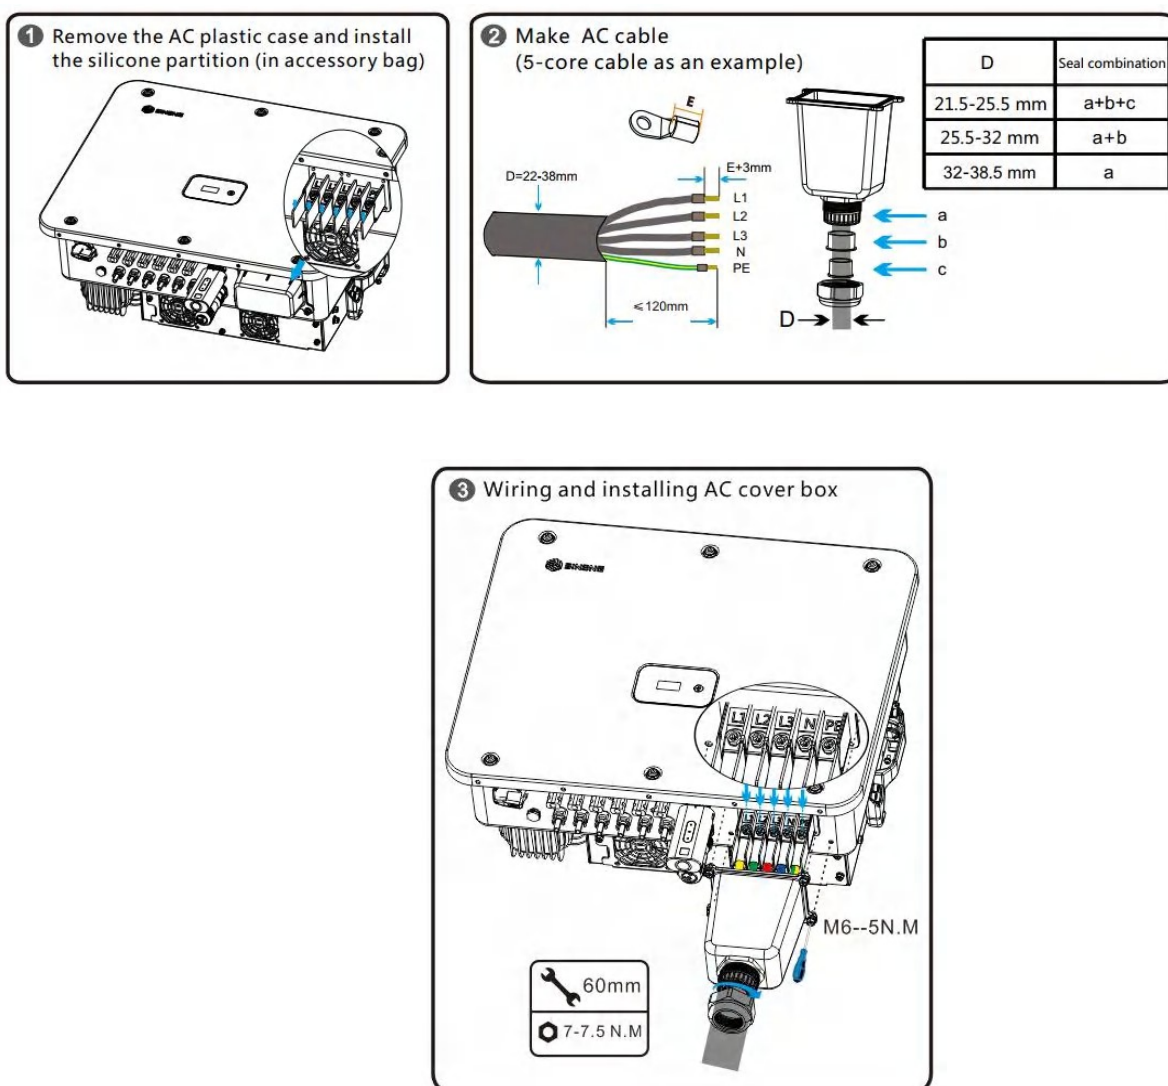

Figura 3-2 Schema di installazione del cavo CA
- (1) Rimuovere il coperchio protettivo in plastica all'esterno del terminale CA (non gettare le 4 viti M6, che verranno utilizzate in seguito) e installare i divisori contenuti nella confezione degli accessori.
- (2) Dopo aver fatto passare il cavo CA attraverso il pressacavo (selezionare l'anello di tenuta del pressacavo appropriato in base al diametro del filo), preparare il cavo CA, spellarlo e crimpare il terminale come mostrato nella fase 2 della Figura 3-2.
- (3) Utilizzare un cacciavite a croce per fissare il cavo CA al terminale. La coppia di serraggio raccomandata è di 5 N.m.
- (4) Fissare la scatola di protezione dell'AC al telaio utilizzando le 4 viti M6 descritte al punto 1.
- (5) Serrare il dado del pressacavo con una chiave da 60. La coppia di serraggio consigliata è di 7-7,5 N.m.